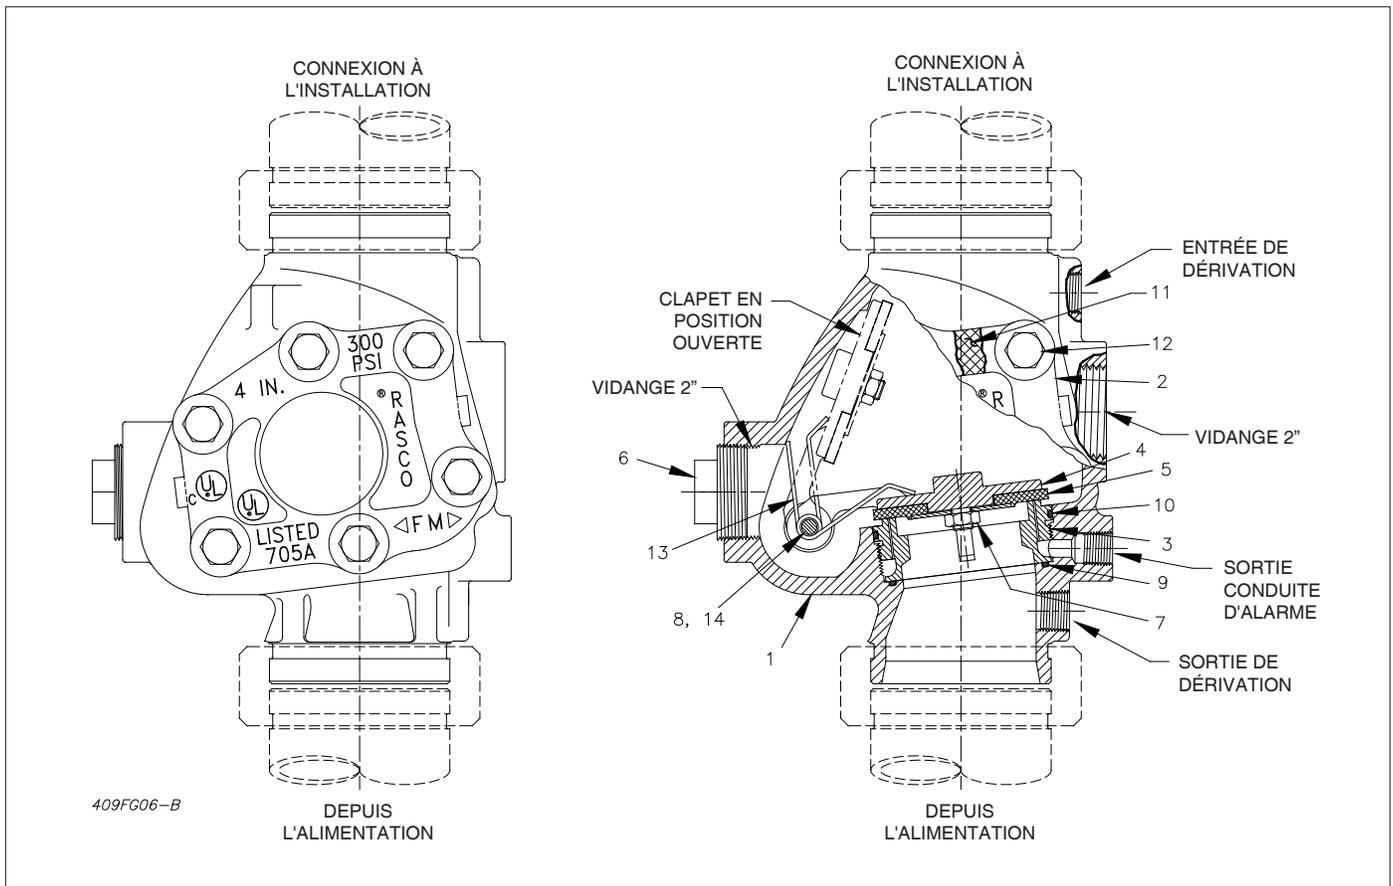

Figure 9
La position normale des pièces de la vanne d'alarme est indiquée dans la figure 9. Un débit d'eau dans la tuyauterie
Article 5, Figure 9.
- 3) Joints toriques du siège : Articles 9 et 10, Figure 9.
- c. Dans les deux cas (a ou b), vidanger le système en ouvrant la vanne (A), figure 7. Retirer le couvercle (2), figure 9, le bouchon de l'arbre (14), l'axe de charnière (8) et le clapet (4).
**Remarque :** lors du retrait de l'axe de charnière (8), il faut maintenir le ressort (13) enfoncé.
- 2) Retirer les joints toriques, Articles 9 et 10, Figure 9. Nettoyer consciencieusement les rainures des joints toriques et les surfaces d'étanchéité. Vérifier que les joints ne sont pas endommagés et ne comportent aucun corps étranger.